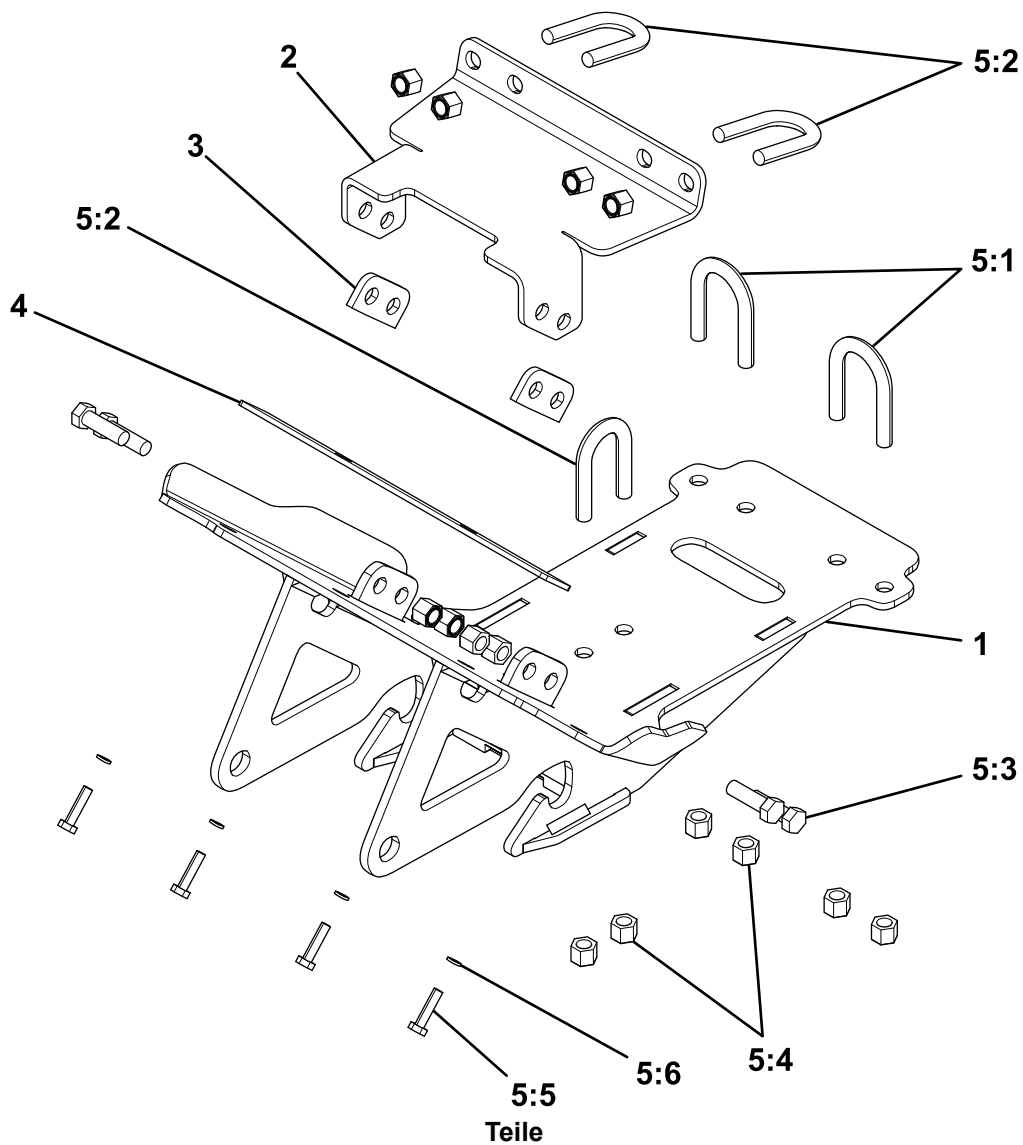

**Bild 3**
7. Befestigen Sie die Windenplatte mit vier Schrauben ( $\frac{3}{8}$ " ) und vier Sicherungsmuttern ( $\frac{3}{8}$ " ) sowie zwei Distanzstücken für die Windenplatte am Unterfahrschutz (Bild 3).